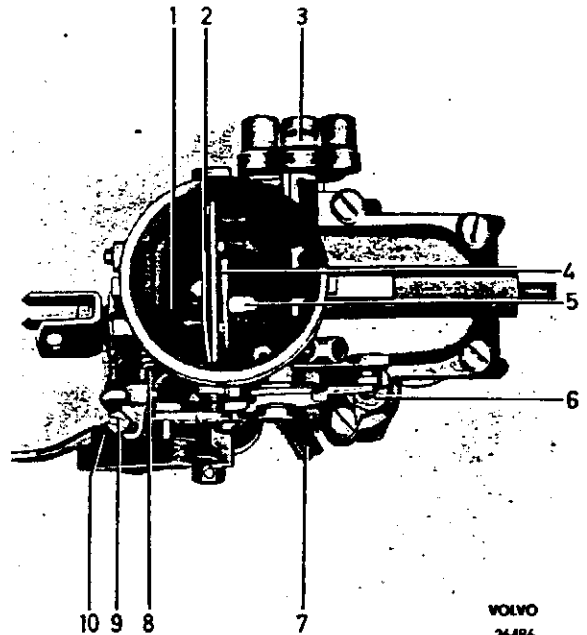

Abb. 73. Ansicht des Lufttrichters
4. Beim Einbau des Schwimmergehäuses ist dieses beim Anziehen der Schraube nach innen aufwärts zu pressen. Der Mischkammerschnabel (5, Abb. 73) muß am Queranschlag im Lufttrichter anliegen. Anderenfalls Einstellschraube lösen und den Lufttrichter nach oben schieben.
Die Hublänge des Pumpenkolbens kann durch Verstellen des Nockenstellrings (6, Abb. 73) eingestellt werden. Zur Veränderung dieser Einstellung wird der Nockenstellring angehoben und eine halbe Umdrehung gemacht. Bei Normalbetrieb soll der Ring auf kurzen Kolbenhub eingestellt sein, d.h., der höchste Nocken muß auf die Feder des Gelenkhebels gerichtet sein.
Die Leerlauf-Stellschraube (9, Abb. 73) heraus-schrauben, so daß die Schraube mit ihrer Konsole auf der Unterseite plan anliegt. Dann die Schraube um 3,5 Umdrehungen einschrauben. Drosselklappe hineindrücken.
1. Mittels Stellschraube (8, Abb. 73) am Drosselklappenhebel die Leerlaufdrehzahl auf 500—700 U/min einstellen.
2. Kraftstoff-Luftgemisch mit Hilfe der Stellschraube für Leerlauf-Kraftstoff (7) regulieren. Zuerst die Schraube nach einwärts (Gemisch magerer) drehen, bis der Motor